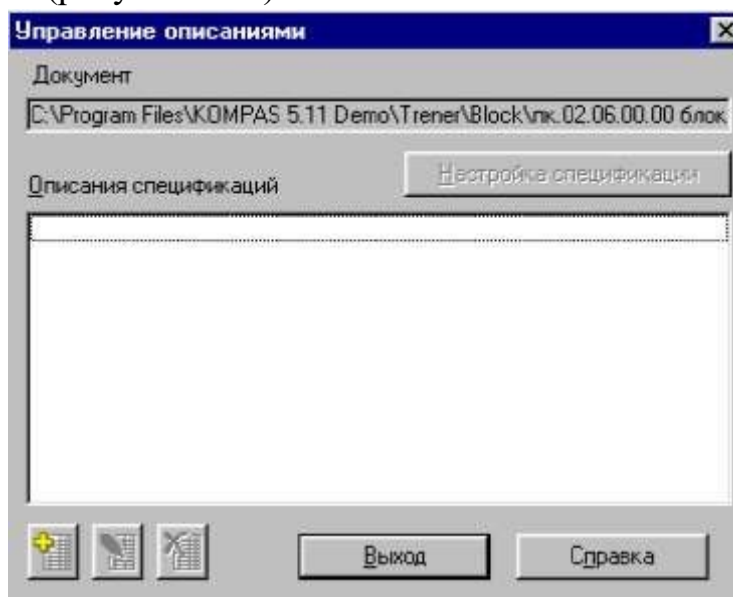

Рисунок 11.1 – Окно Управление описаниями
2. Выполните команду Сервис – Объекты спецификации – Управление описаниями. В диалоговом окне Управление описаниями щелкните на кнопке Добавить описание (рисунок 11.1).